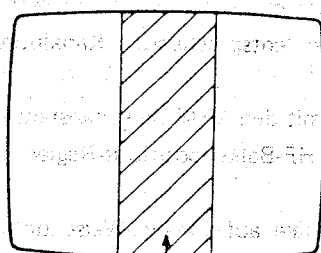

Fig. 16 Abb. 16
COLOUR PURITY ADJUSTMENT (See Fig. 16)
8. Adjust the purity magnets so that green field is obtained at the centre of the screen. (Fig. 16)
FARBREINHEITS-ABGLEICH (Siehe Abb. 16)
8. Die Reinheitsmagnete so einstellen, daß im Zentrum des Bildes ein grünes Feld erscheint. (Abb. 16)